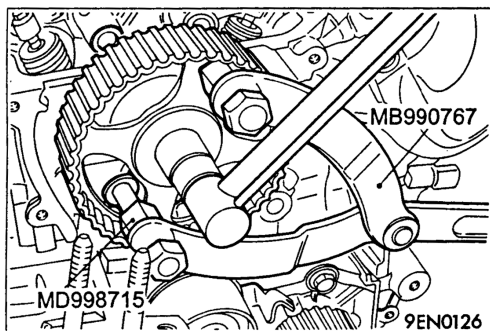

图 3-8
(1) 凸轮轴链轮螺栓的安装
- 使用图 3-8 所示的专用工具将凸轮轴链轮锁定在相应的位置。